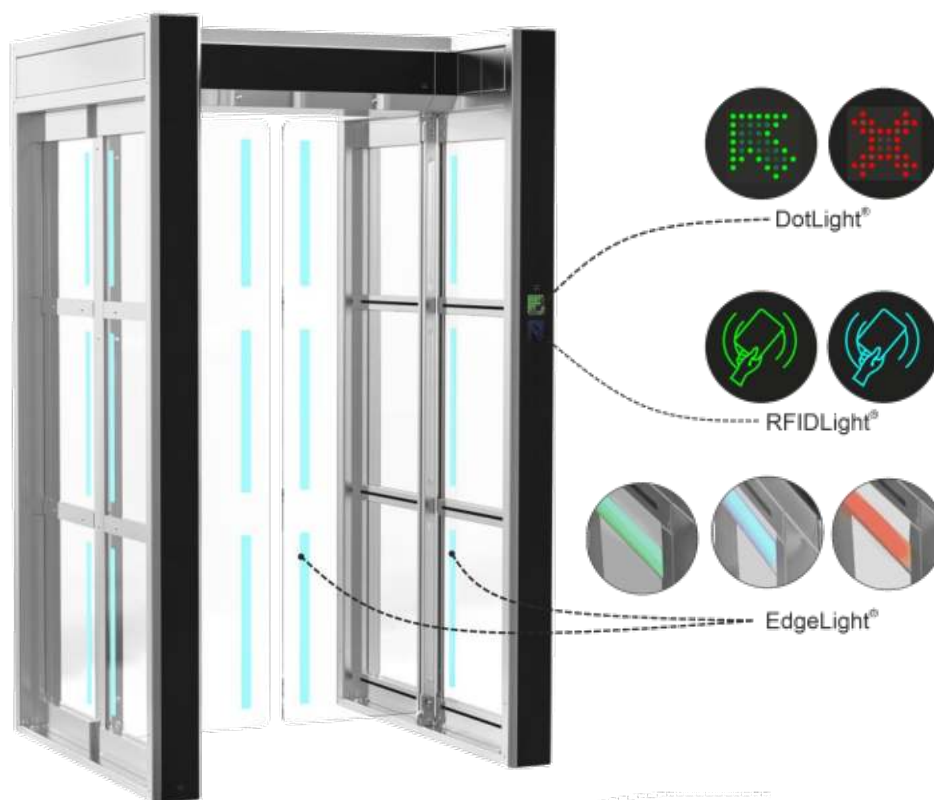

Рис.6 – Відображення світлової індикації статусу турнікету
Статус турнікету відображає плата індикації (9) DotLights, вмонтована в панель торцеву (8) тумби. Синя індикація, що постійно світиться (Рис. 6) означає вихідний стан турнікета. При спробі несанкціонованого проходу, червона індикація починає блимати, вмикається звуковий сигнал. При надходженні команди «відкритися», індикація змінюється на зелену зі сторони дозволеного проходу. Якщо спроба несанкціонованого проходу відбувається при відкритих поворотних стулках (4), то стулки закриваються, якщо в зоні повороту стулок немає перешкод.